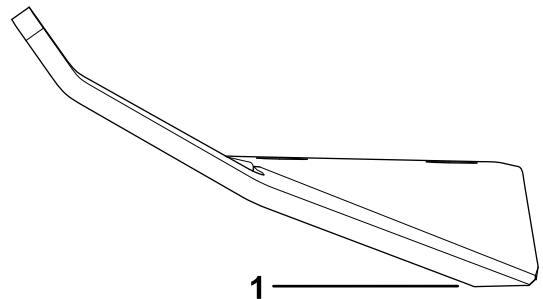

Figura 108
- Utilice una lima u otra herramienta de afilado para afilar el filo de corte en ambos extremos del conjunto de cuchillas (Figura 108).
Nota: Si el conjunto de cuchillas no está equilibrado, rebaje algo el metal en el extremo más pesado de la vela solamente (Figura 108).